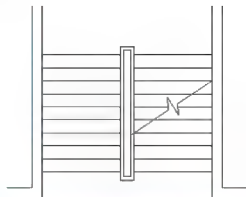

图 2.123 修剪与折断线重合的踏步线
⑥ 启动【修剪】命令(快捷键TR),将踏步线修整至图2.123所示的状态。